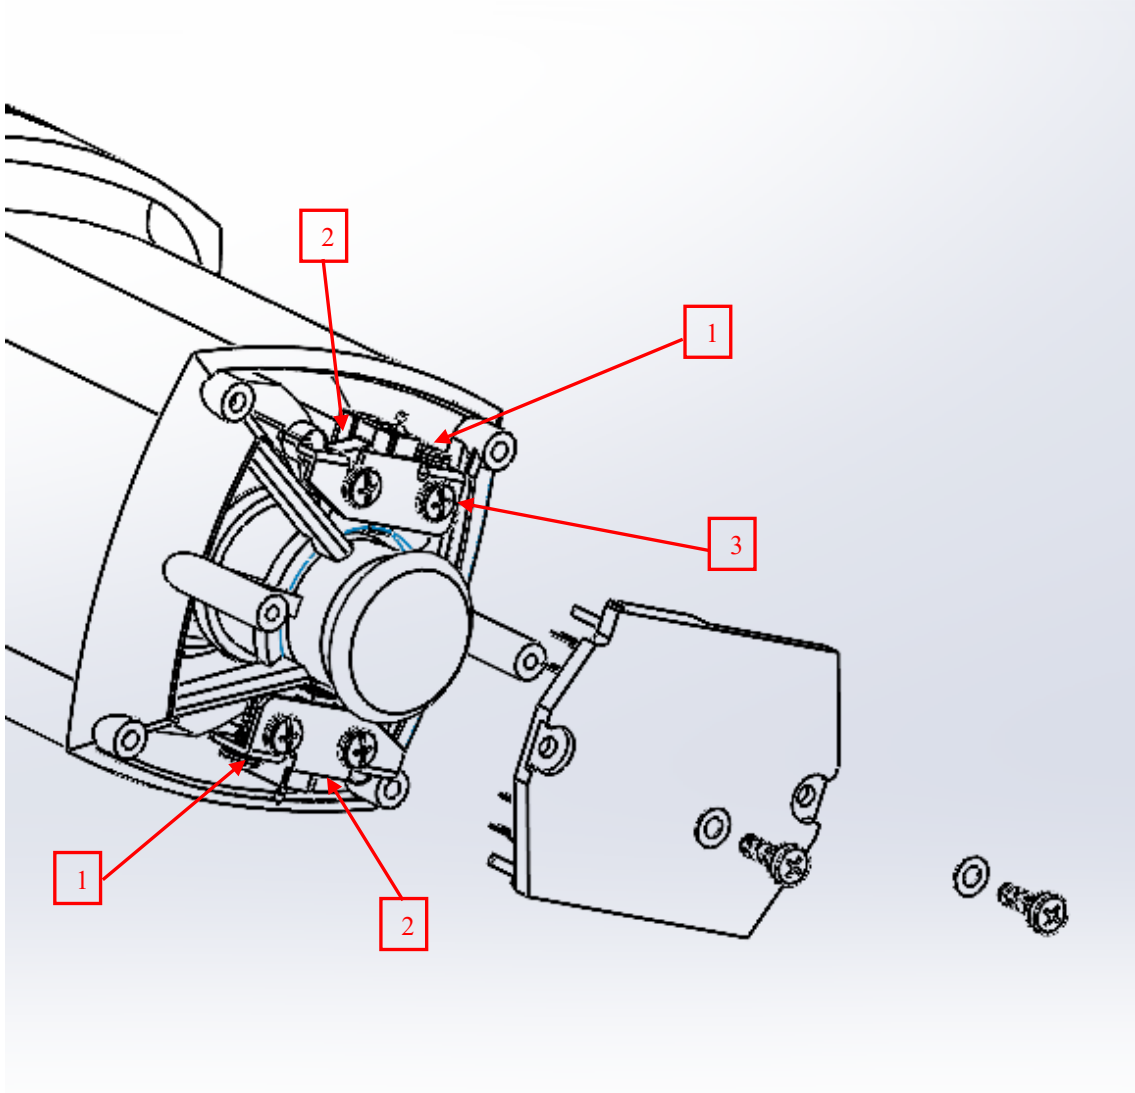

Figure 1.10
1.4.1 Kabloları karttan sököl; 1.4.2 figure 1.10 - position 1'de gösterilen iki vidayı gevşetin, bir tornavida yardımıyla position 2 - figure 1.10'daki yayları çıkarın ve position 3 - figure 1.10'daki dört vidayı sököl;